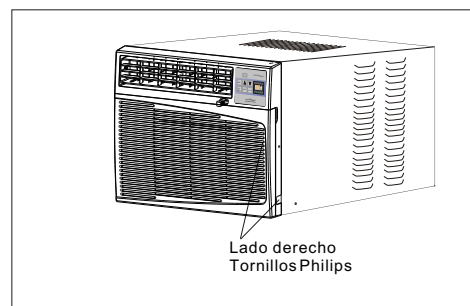

Fig. 1
**NOTA:** conserve la caja de la unidad y los materiales de empaque para almacenarla o transportarla en el futuro. Antes de instalar la unidad compare el contenido del juego de herrajes con la lista de control del modelo correspondiente. Consulte las siguientes listas (Fig. 1).
(Fig. 1)
A. Quite los 4 tornillos Philips que sujetan el armazón al gabinete. Hay 2 tornillos de cada lado. Los tornillos que están más cerca del frente de la unidad sujetan el panel frontal al gabinete. Los tornillos que están más cerca de la parte trasera de la unidad sujetan el gabinete al armazón. Vea la (Fig. 1).
B. Asegure la rejilla frontal al gabinete con los tornillos Philips que quitó anteriormente (Fig. 1).